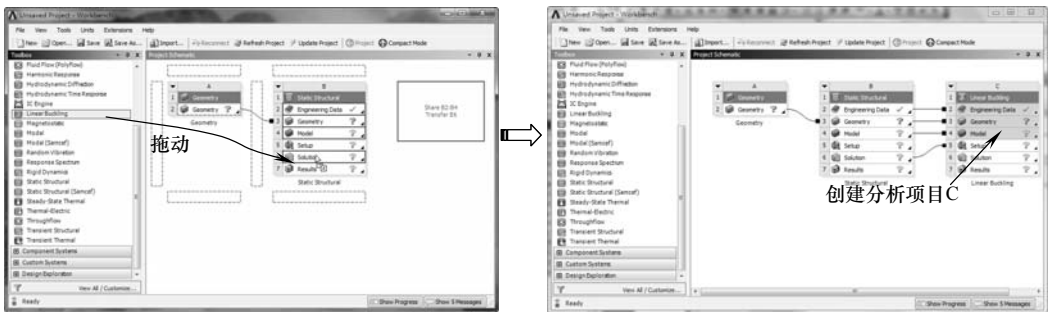

图 9-7 创建分析项目 C
5) 在【Toolbox (工具箱)】中【Analysis Systems】下的【Linear Buckling】选项上按住鼠标左键，拖动到【Project Schematic (项目管理区)】分析项目 B 中的 B6 栏的【Solution】项上，当 B6 呈红色高亮显示时，释放鼠标创建分析项目 C，如图 9-7 所示。